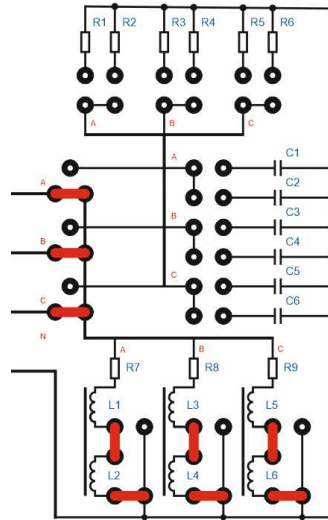

Рисунок 7.7 – Схема расположения переключек для активно-индуктивной нагрузке
6. Добавьте переключки как указано на рис. 7.7.